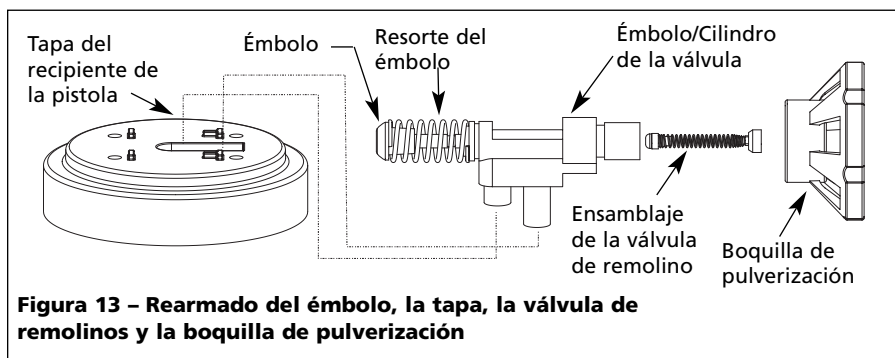

Figura 13 – Rearmado del émbolo, la tapa, la válvula de remolinos y la boquilla de pulverización
7. Vuelva a armar el émbolo, la tapa, la válvula de remolinos y la boquilla de pulverización (vea la figura 13).